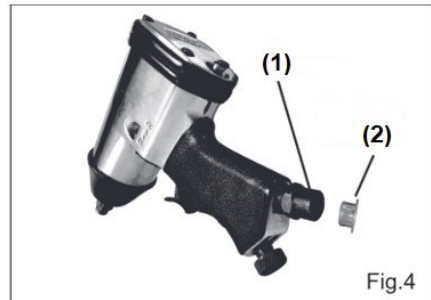

Fig.4
1. Enlevez le capuchon de protection en plastique (2) de l'entrée d'air (1) comme illustré (Fig. 4).